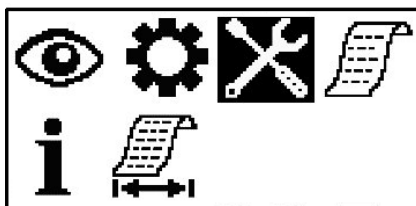

Рисунок 2.7 – Меню выбора специальных режимов (инверсией выделен выбранный символ)
2.3.7.3 Для перехода в меню выбора специальных режимов работы (рисунок 2.7) необходимо в режиме индикации баллов (массовой концентрации) однократно нажать кнопку «⌂/↵».
2.3.7.5 Для перемещения по меню используется кнопка «▷». Изображение выбранного символа инвертируется (см. рисунок 2.7).